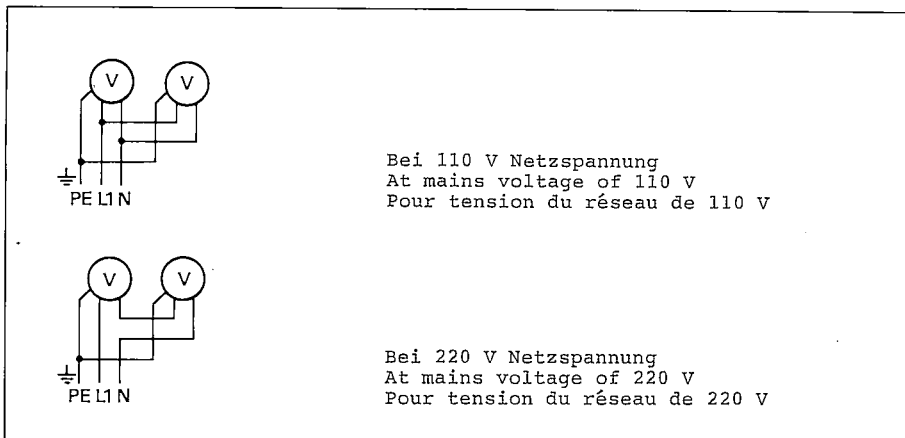

Fig. 11
- Die übrigen sind nach Fig. 11 anzuschließen.
- the other models are to be connected as shown in fig. 11.
- Pour les autres types ils sont à brancher selon fig. 11.